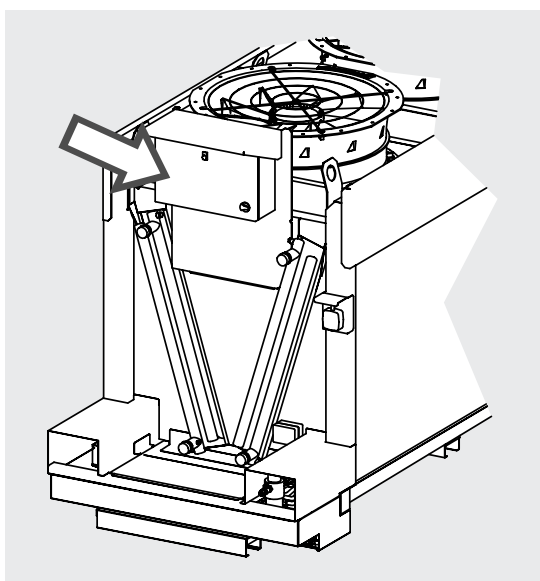

Figura 13
- 8.1 Per informazioni dettagliate fare riferimento allo schema elettrico del quadro e ad eventuali altri schemi forniti assieme al modello. Si osservi la Figura 13.